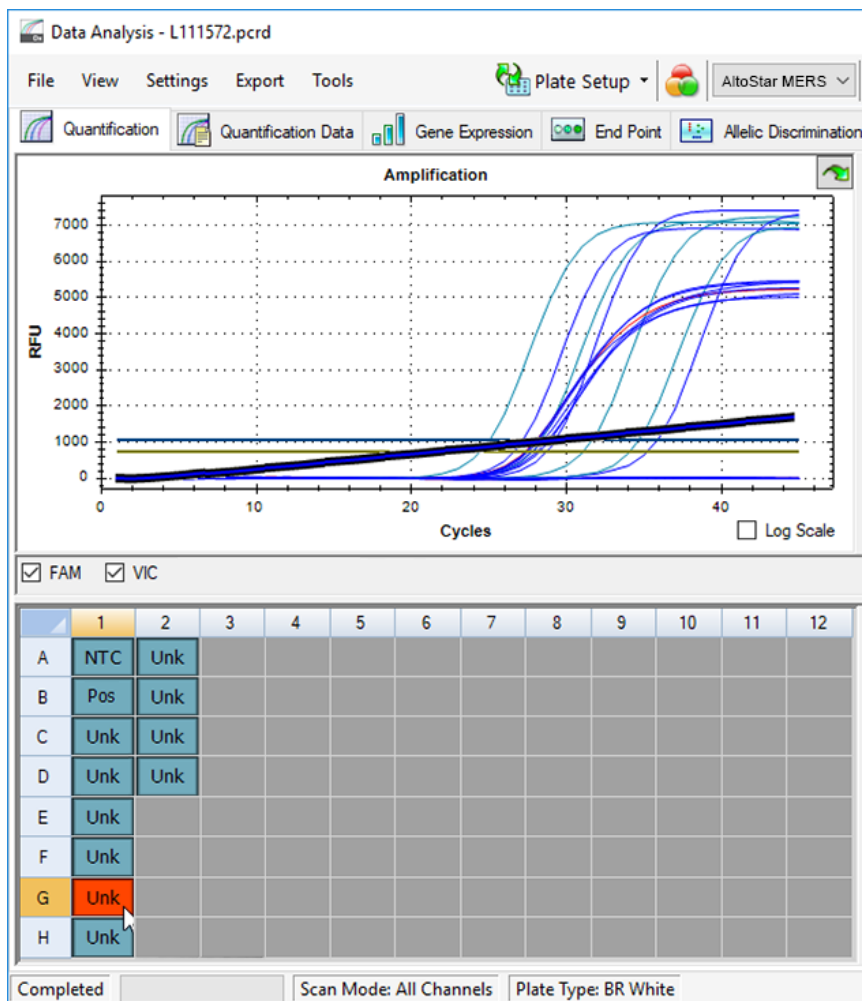

Figure 6: Fenêtre Data Analysis (Analyse des données) : signal PCR irrégulier
2. Identifiez les puits présentant des signaux PCR irréguliers (augmentation linéaire du signal, pics de signal, etc.) dans l'un des canaux de détection FAM™ [MERS-CoV (cible upE + N gene ou orf1a, respectivement)] et VIC™ (IC) (voir la figure 6).